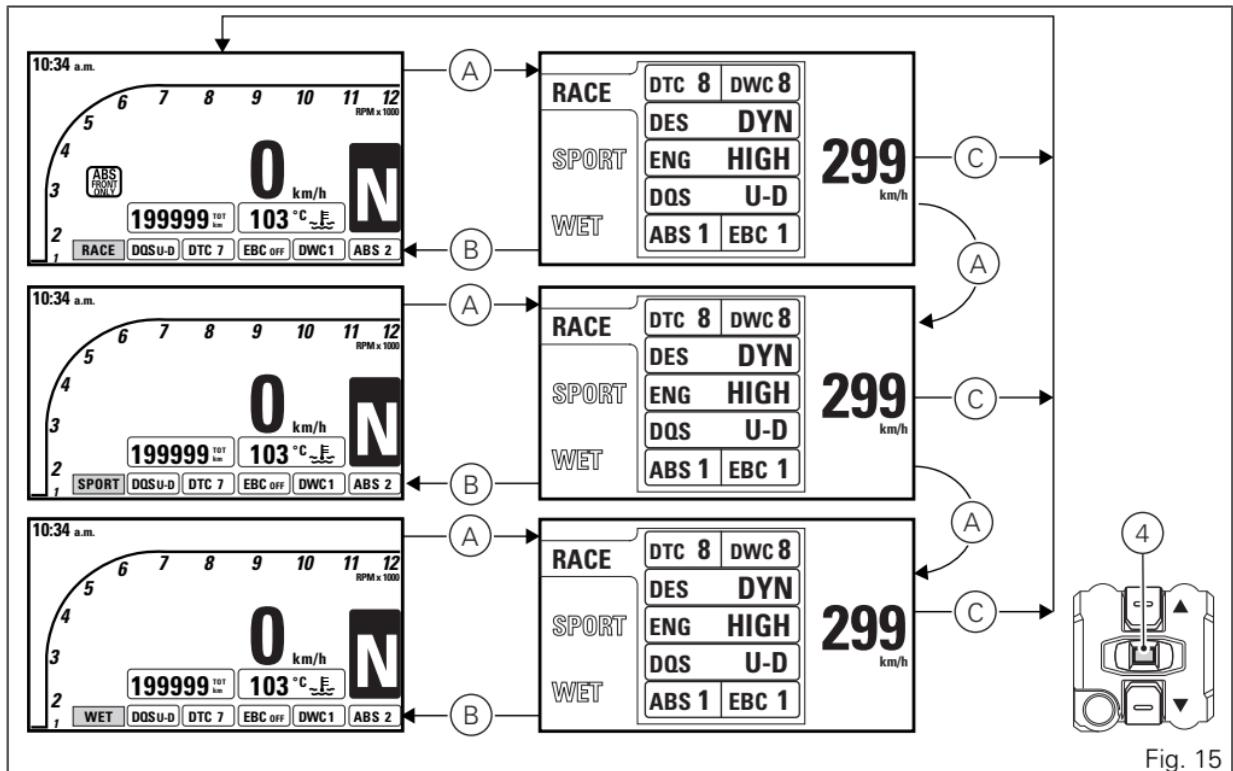

Fig. 15
Les informations affichées représentent les valeurs mémorisées pour chaque Style de conduite (Riding Mode). Les valeurs mémorisées peuvent être celles prévues et définies par Ducati ou celles personnalisées par l'utilisateur. Chaque fois que l'on appuie sur le bouton CONFIRMER MENU (4) le style de conduite est mis en valeur et les paramètres associés peuvent être affichés (A, Fig. 15).
Une fois que le style de conduite choisi est mis en valeur, confirmer le style souhaité en appuyant pendant deux secondes sur le bouton CONFIRMER MENU (4) : le changement de style de conduite est mémorisé et la page-écran standard (B, Fig. 15) revient à l'affichage.
Une fois que le style de conduite choisi est mis en valeur, en l'absence de l'appui sur le bouton CONFIRMER MENU (4) dans les 10 secondes qui suivent, aucun changement de style de conduite ne sera effectué et la page-écran standard (C, Fig. 15) revient à l'affichage.